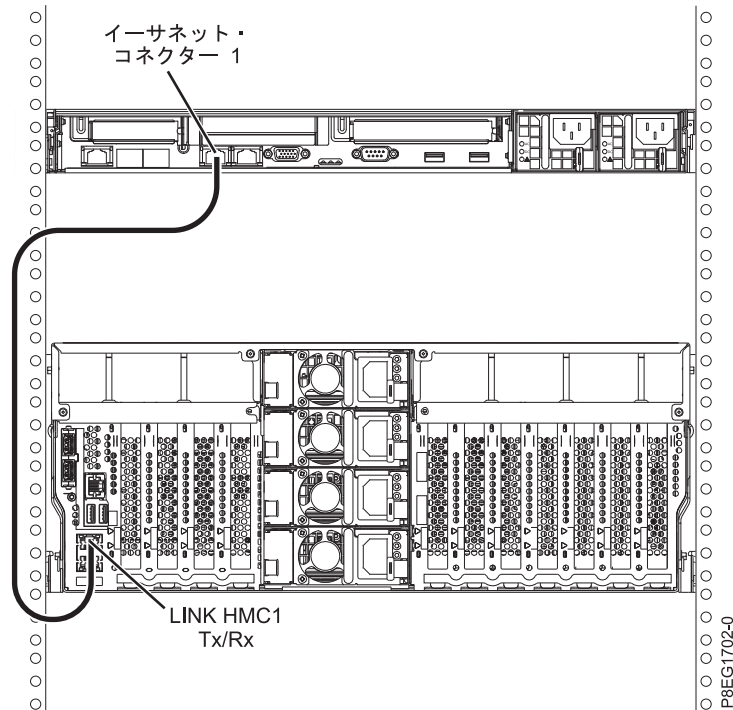

図 17. 管理対象システムへの HMC の取り付け
1. HMC を管理対象システムに直接接続する場合は、HMC の **イーサネット・コネクタ 1** を管理対象システムの **HMC1** ポートに接続します。15 ページの図 17 を参照してください。